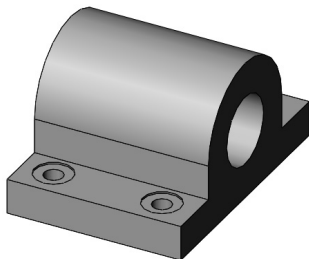

图 4-66 生成异形孔
- [5] 单击【确定】按钮，生成异形孔，如图 4-66 所示。